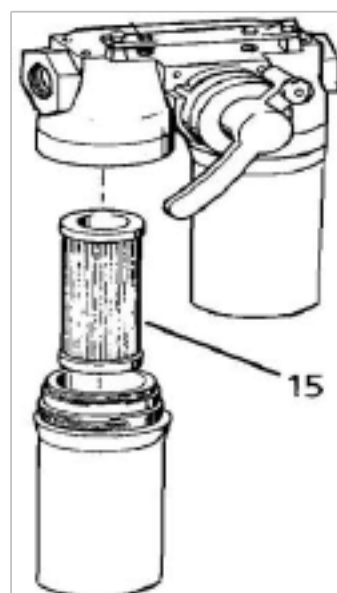

图 7-5 双油过滤器(选配)
(D) 参照图 7-5, 双油过滤器。
15	双油过滤器(图 7-5): (A)